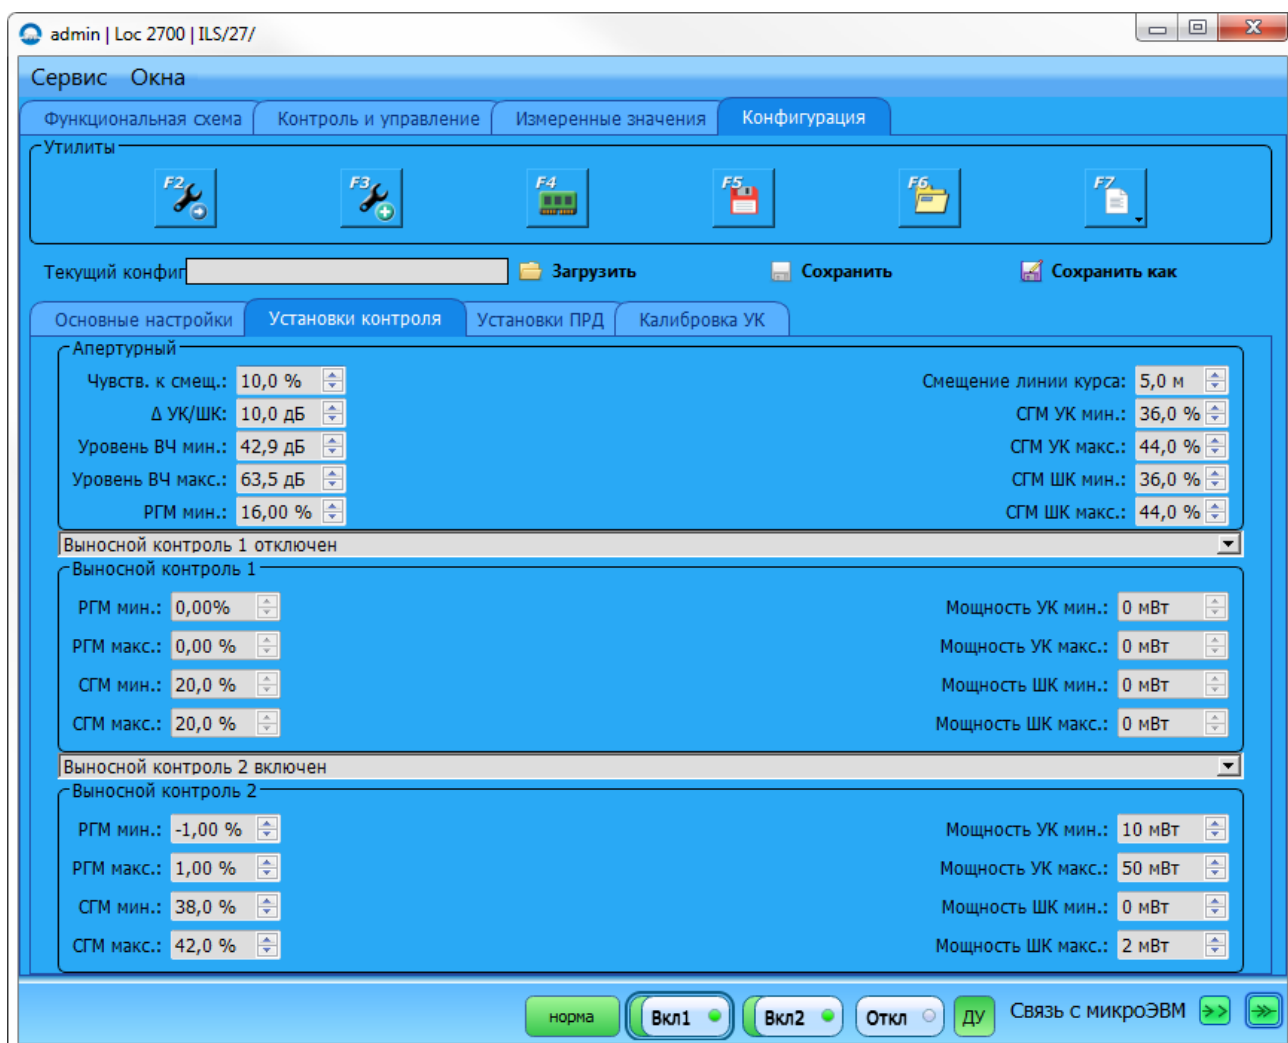

Рисунок 2.7 – Вкладка «Конфигурация» – «Установки контроля»
2.6.2.3 Вкладка «Конфигурация» – «Установки контроля» (рисунок 2.7) предназначена для установки аварийных допусков по апертурному и выносному контролю, которые допускаются изменять во время проведения летной проверки. Изменять значения допусков может пользователь с уровнем доступа инженер.